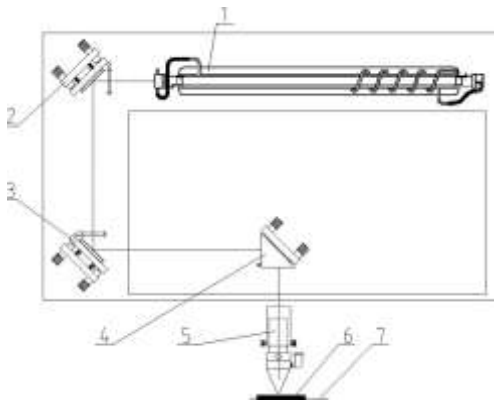

Рис. 6. Траектория движения лазерного луча
Работа лазерно-гравировальной машины основана на перемещении лазерного луча по изменяющейся траектории. Лазерная трубка (1), 3 зеркала (2, 3 и 4), лазерная головка и система настройки задают траекторию движения лазера (Рис. 6).